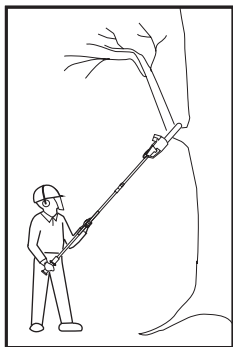

Fig. 33
1. S'assurer que le cache du guide-chaîne (18) est retiré et que la batterie (32) est montée avant utilisation.
3. Toujours tenir fermement le produit avec une main sur le manche antidérapant (7a) et l'autre main sur la poignée arrière (1). Ne jamais faire fonctionner le produit d'une seule main (Fig. 33).